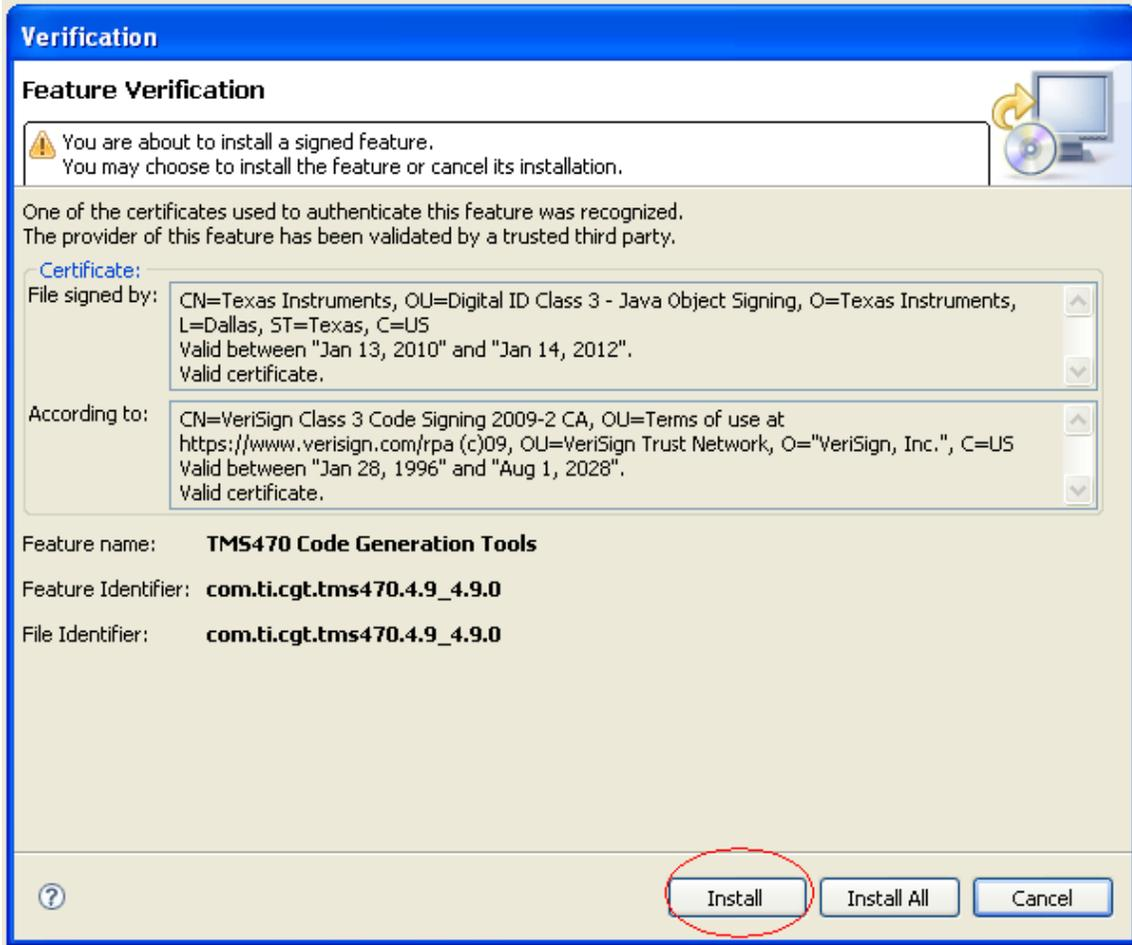

图 7. 验证窗口
5. 如图 7 所示，单击 Install 按钮。下一步出现验证屏幕。